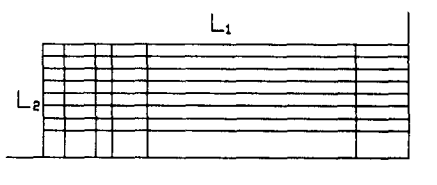
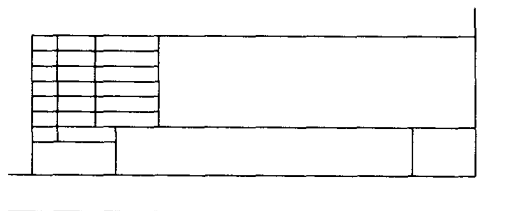

图 1-9 完成偏移后的图形
图 1-10 修改后的图形
(9) 依照同样方法,按上面给出的标题栏尺寸,偏移图纸内框边线及直线 L2。如下图 1-9 所示。
(10) 调用【修剪】命令,对图 1-9 进行修改。最终完成的图形如图 1-10 所示。